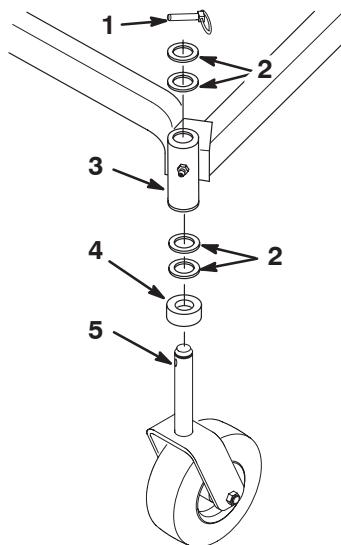

Bild 55
2. Entfernen Sie den Arretierbolzen und die Distanzstücke von der Oberseite der Laufradgabel (Bild 55).
6. Prüfen Sie die Laufradgabel auf Abnutzung und tauschen sie bei Bedarf aus (Bild 55).
7. Schieben Sie die Laufradgabel durch die Büchse im Befestigungsrohr. Bringen Sie die Distanzstücke auf der Laufradgabel an und befestigen Sie sie mit dem Sicherungsring (Bild 55).